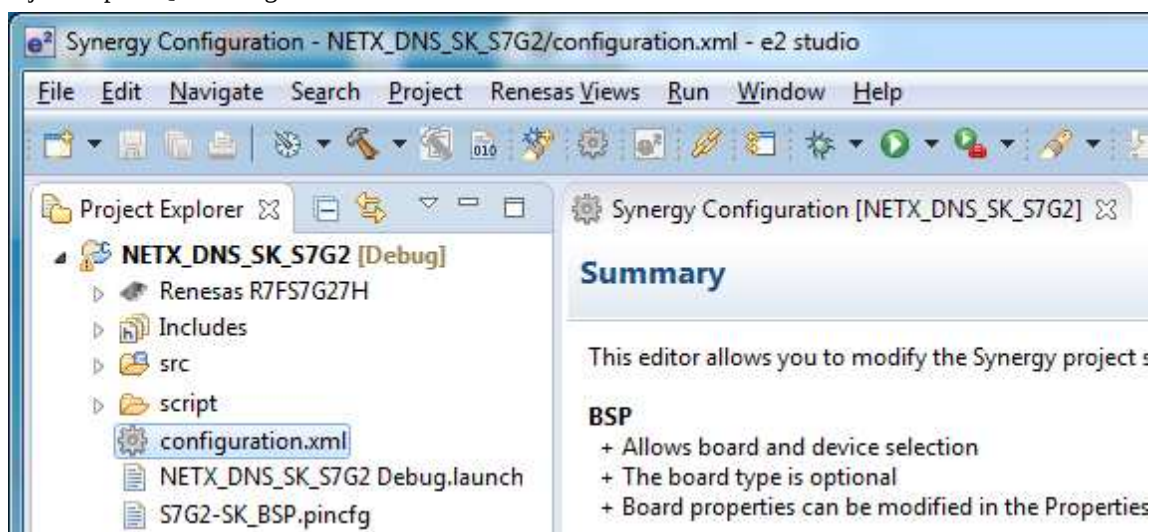

図 2.12 Project Explorer
2. Synergy Configuration を開きます。Synergy Configuration が開いていない場合は、図 2.12 のとおり、[Project Explorer]で configuration.xml ファイルをダブルクリックして開きます。